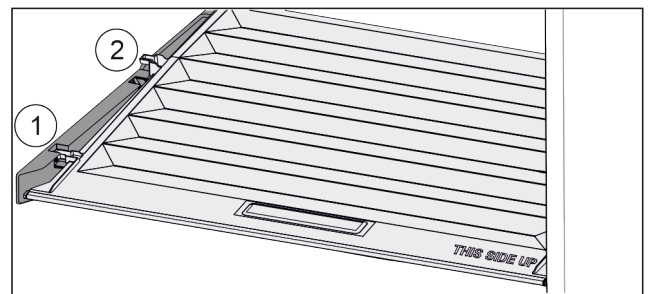

Fig. 84
- Deckel bis zur Öffnung in den Halteteilen nach vorne ziehen Fig. 84 (1).
- Hinten von unten anheben und nach oben wegnehmen Fig. 84 (2).